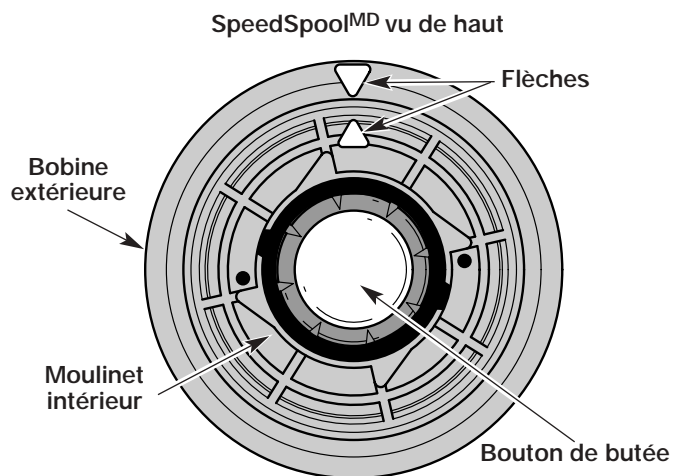

Fig. 36
2. Alignez la flèche du moulinet intérieur avec celle de la bobine extérieure (Fig. 36).